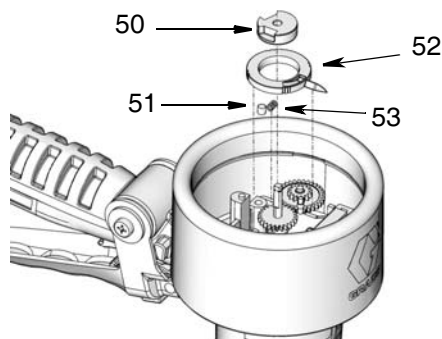

FIG. 23
- Placez le pointeur inférieur (52), le ressort (53), la goupille (51) et la cheville (50) comme montré sur la FIG. 23. Avec une clé hexagonale, vissez et serrez la vis sans tête de la cheville.